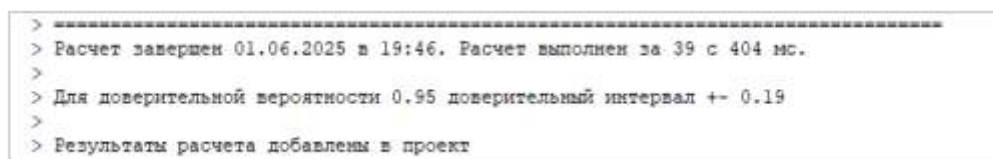

Рисунок 8.3.6 – Сообщение о завершении расчета в панели данных расчета
2. Дождаться завершения выполнения расчета. После успешного завершения выполнения расчета в панели данных расчета и в строке статуса появится запись о дате и времени завершения расчета, а также о времени, за которое выполнен расчет (см. Рис. 8.3.6).